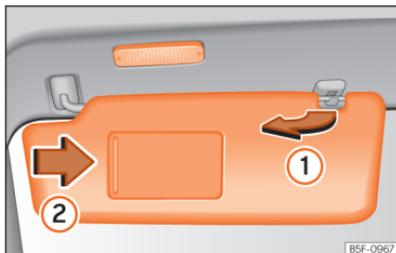

Fig. 91 Pala do sol.
- A pala do sol pode ser puxada para fora da fixação e ser virada para a porta »» **Fig. 91** (1).